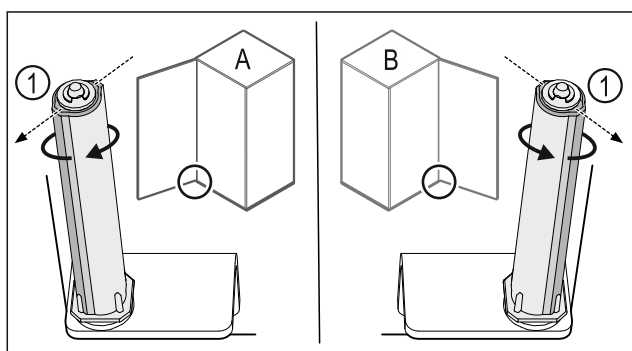

Fig. 33 Bal oldali ütköző (A) / Jobb oldali ütköző (B)
- ▶ Forgassa el a zárrendszert az ellenállással szemben, amíg a zárrendszer Fig. 33 (1) támasztója kifelé nem mutat.